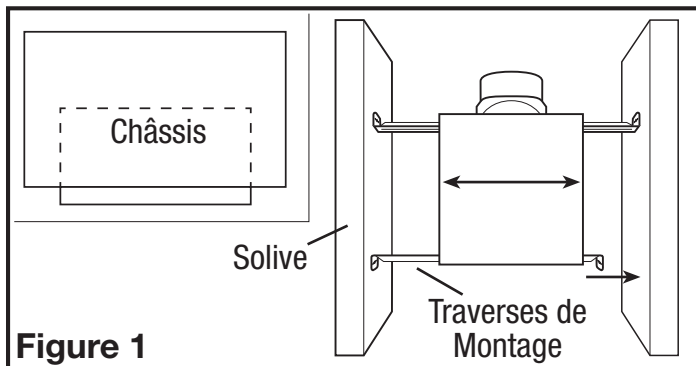
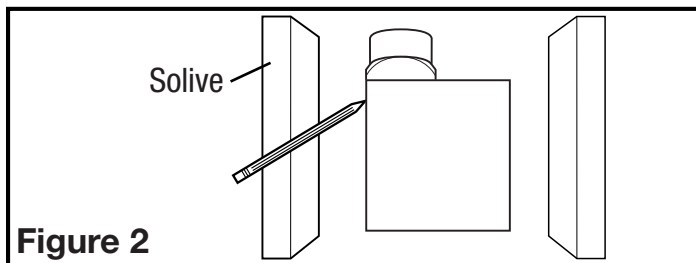

Figure 1
Figure 2
- Installez les rails dans le canal de montage sur le boîtier. Centrez le canal de montage dans les fentes sur le boîtier, puis de l'intérieur du boîtier, serrez les vis montage de sorte que le canal soit bien en place. Placez le boîtier à côté de la solive. Aligner le châssis pour qu'il soit de niveau avec le plafond fini. Fixez les extrémités des rails aux solives avec des vis ou des clous (non inclus) et glissez le boîtier dans la position finale (**Figure 1**).
- Placer le boîtier en place entre les solives et tracez un contour sur le matériel du plafond (**Figure 2**). Mettez le boîtier de côté et découpez l'ouverture, en faisant attention de ne pas couper ou endommager les installations électriques ou d'autres utilités masquées. Installez les rails dans le canal de montage sur le boîtier. Centrez le canal de montage dans les fentes sur le boîtier, puis de l'intérieur du boîtier serrez les vis de montage de sorte que le canal soit bien en place. Positionnez le boîtier dans le trou préalablement découpé de sorte qu'il soit aligné avec le plafond fini. Fixez les extrémités des rails aux solives (**Figure 1**).